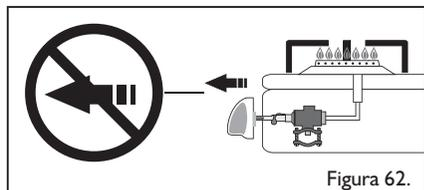

Figura 62.
- No hale las perillas, porque el cono interno podría desacomodarse y originar fugas de gas (Ver figura 62).